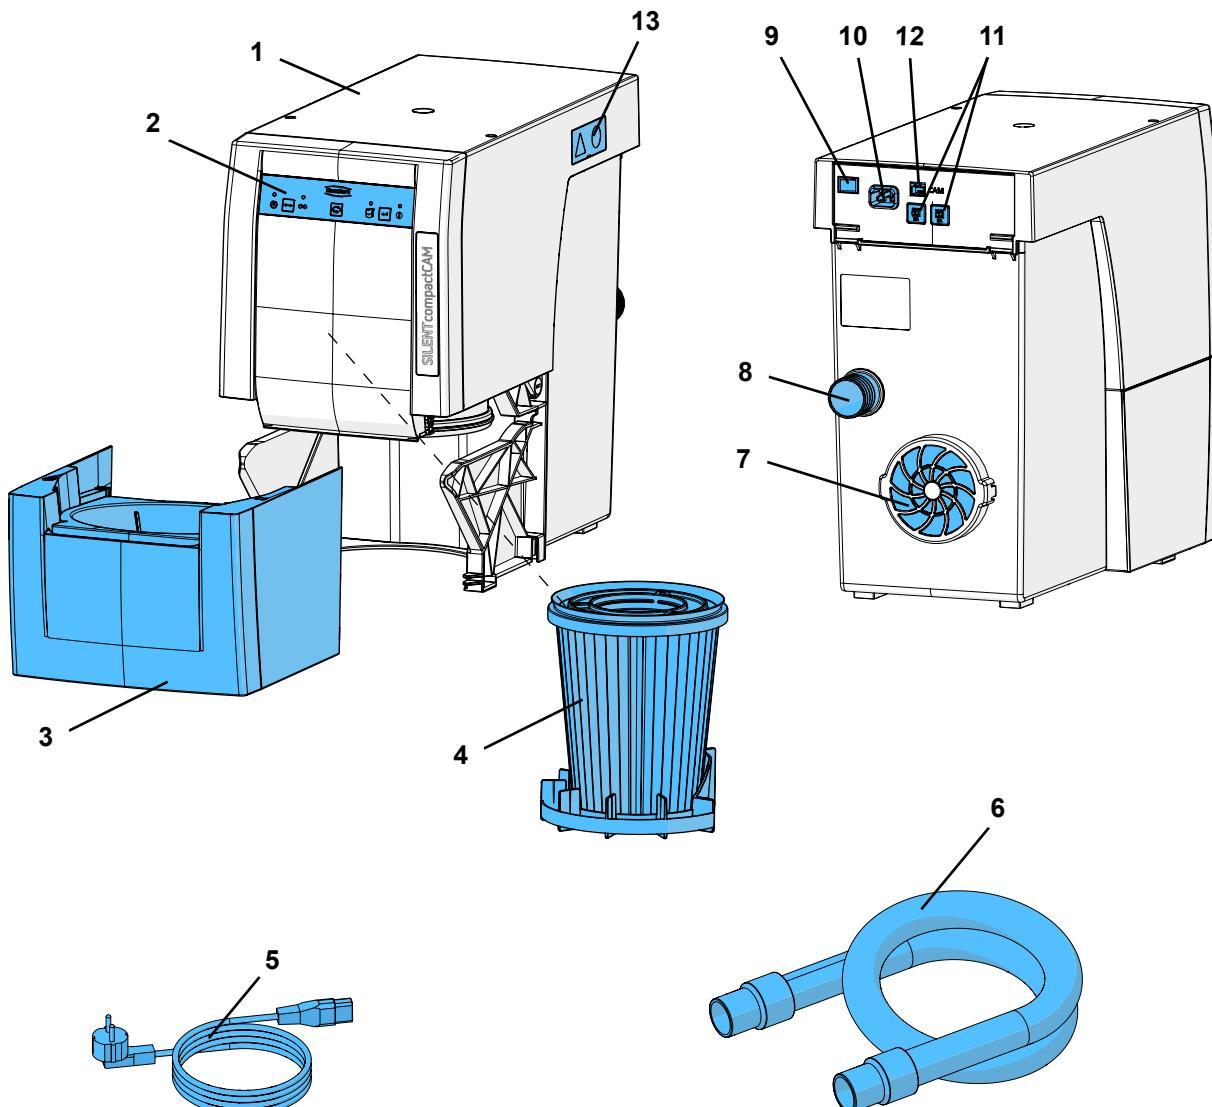

Fig. 1
- Orificiul de evacuare (7, fig. 1) să nu fie blocat.
- O deschidere în partea din spate a dulapului, de minimum 250 x 120 mm, în corespondență cu de ieșirea aerului de evacuare (7, Fig. 1).
- ⇒ Opriti aparatul cu ajutorul întrerupătorului de pornire / oprire (9).
- ⇒ Conectați cablul de alimentare (5, Fig. 1) la sursa de alimentare (10).
- ⇒ Introduceți furtunul de aspirație (6, fig. 1) în orificiul de aspirație (8).